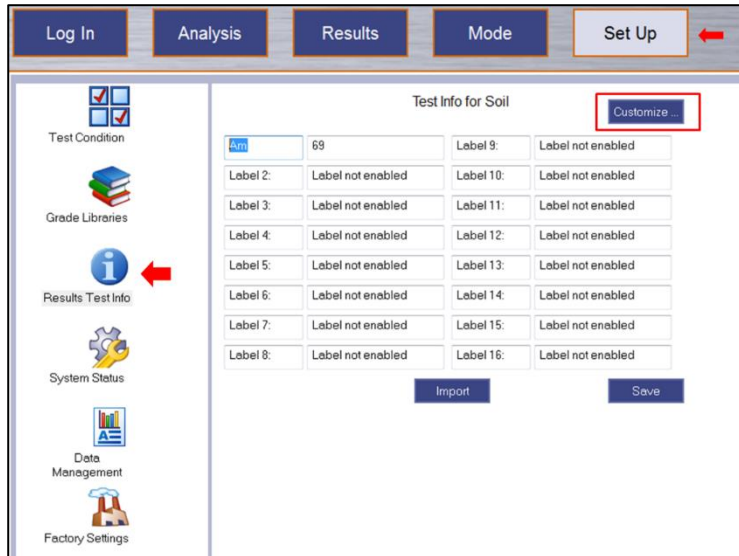

Figura 31 – Imagem mostrando tela padronizar inserção das informações das análises/amostras.
principalmente no controle de qualidade das análises. As principais informações referem-se: ao nome da amostra; ao nome do projetos/centro de custo; e à descrição/detalhe da amostra. Para organizar e padronizar essas informações deve-se entrar no ícone Results Test Info dentro do menu Set Up (Figura 31) e seguir os seguintes passos.
- Defina as linhas a serem preenchidas durante a análise das amostras, click em *Customize* (Figura 31).